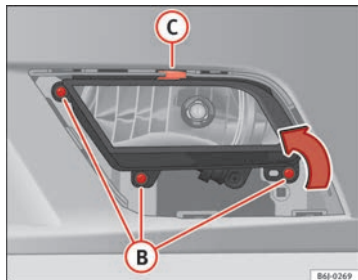

Fig. 167 Faro fendinebbia
- Rimuovere le viti (3x) ⇒ fig. 167 (B) per estrarre il faro fendinebbia.
- Rimuovere la graffa metallica situata nella parte superiore del faro fendinebbia tirando verso l'esterno ⇒ fig. 167 (C).